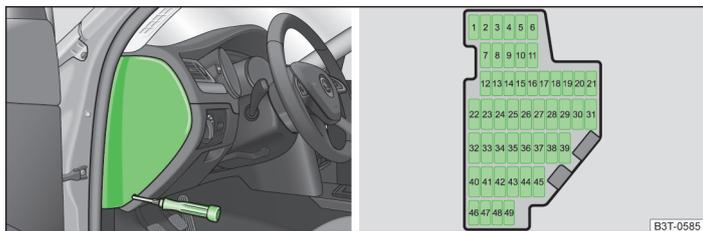

Abb. 198 Abdeckung des Sicherungskastens in der Schalttafel / Sicherungen
- Die Abdeckung des Sicherungskastens abnehmen » Abb. 198.